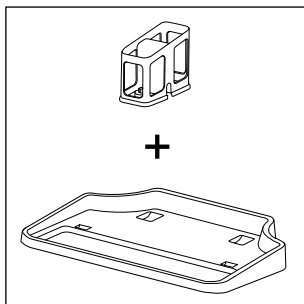
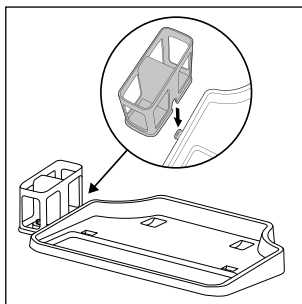

Fig. 4
Fig. 5
- ◆ O suporte de armazenamento e limpeza é composto por uma base de imobilização ❶ e um suporte de rolo de escova ❶ (ver fig. 4). Para montar o suporte de armazenamento e limpeza, desloque o suporte do rolo de escova ❶ lateralmente para a abertura existente na base de imobilização ❶. Desloque o suporte do rolo de escova ❶ para baixo, para dentro da abertura, até este ficar devidamente fixo na base de imobilização ❶ (ver fig. 5).